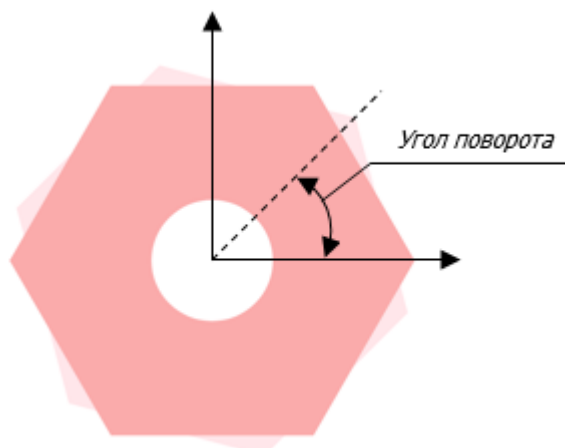

Рис. 128 Поворот апертуры
- Угол – величина угла поворота горизонтальной осевой линии апертуры против часовой стрелки. Значение может быть задано в диапазоне 0 – 359° с шагом 1°, см. Рис. 128.